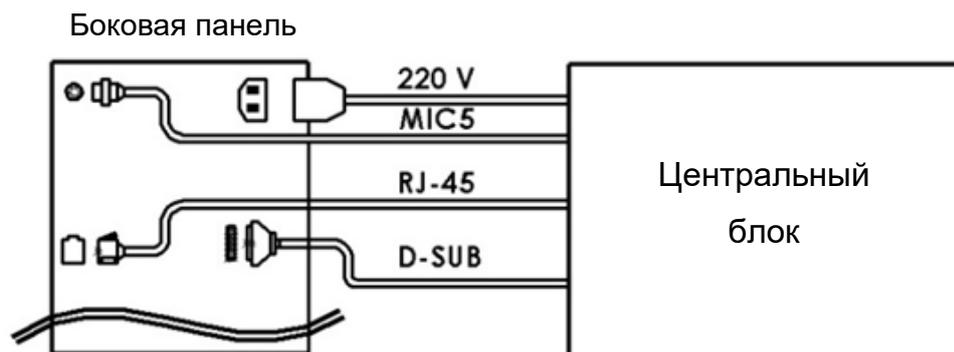

Рисунок 4
5. Вставить разъёмы D-SUB в соответствующие ответные гнезда на обеих боковых панелях (рис. 4).
- 9 Подсоединить кабель электропитания к верхнему разъёму на соответствующей боковой панели, на нижний разъём которой планируется подавать напряжение (рис. 4).
- 11 Подсоединить разъёмы RJ-45 и MIC5 к соответствующим ответным гнездам на обеих боковых панелях (рис. 4) (опция).